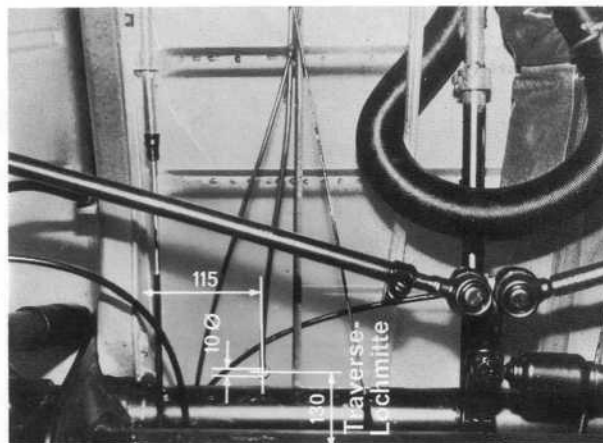

Bild 8
13. Loch zur Verlegung des Bowdenzuges hinter der Vorderachse nach den Maßen in Bild 8 anzeichnen, bohren und entgraten und Tülle einsetzen.